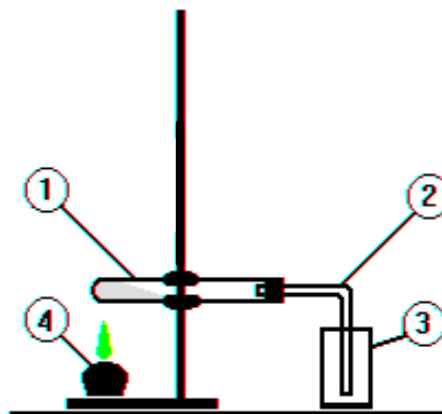

Рис. 1
Оксид меди (II) получить путем термического разложения карбоната гидроксида меди (II). Для этого собрать прибор, изображенный на рис. 1. В пробирку 1 на 1/3 ее объема насыпать порошок карбоната гидроксида меди (II), закрыть пробирку пробкой с газоотводной трубкой 2. Газоотводную трубку опустить в стакан с известковой водой 3. Нагреть пробирку 1 на пламени горелки 4. Нагревание проводить постепенно в направлении от выхода пробирки к ее дну до тех пор, пока весь карбонат гидроксида меди (II) не превратится в черный порошок.